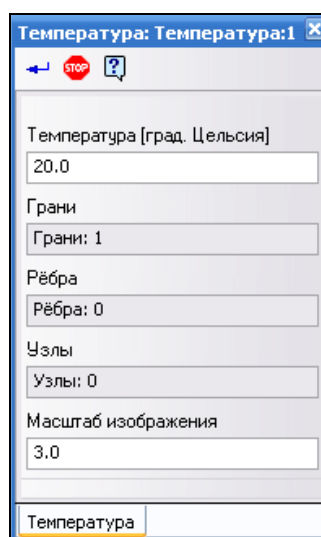
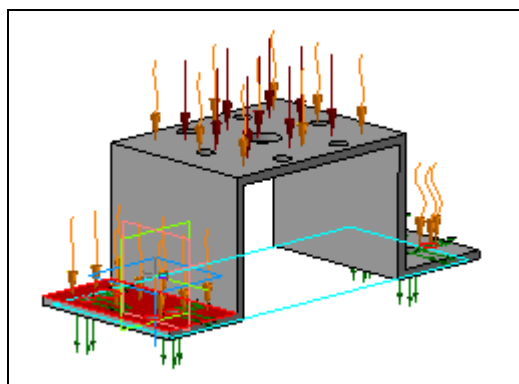

Рис. 10.18. Панель свойств: **Температура**
Рис. 10.19. Модель Скоба с наложенными граничными условиями
- ◆ зададим еще одно условие — перепад температур. Для этого нажмите кнопку **Задать температуру** , укажите основную грань и задайте на Панели свойств в поле **Температура (град. Цельсия)** ее численное значение 20.0 (рис. 10.18). Нажмите кнопку **Создать объект**. Укажите две другие поверхности (крепления). Поверхность задайте в поле **Температура (град. Цельсия)**, ее численное значение — 40. Нажмите кнопку **Создать объект**. В Дереве Прочностной Анализ появились два объекта: **Температура 1** и **Температура 2**. Обратите внимание, что в окне модели появились фантомы температурных стрелочек (рис. 10.19).